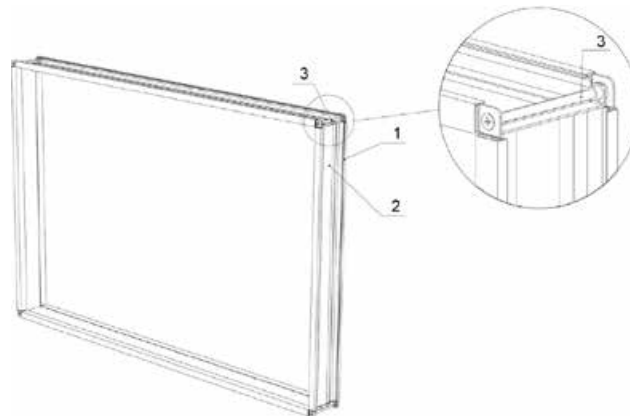

Abbildung 6.3.1 Elastische Verbindung
Elastische Verbindung (Abbildung 6.3.1) dient zur Verbindung des Klimagerätes mit dem Kanalsystem und schützt das Kanalsystem vor Vibrationen durch den Ventilator. Mit E-Type-Anschluss (1). Verwenden Sie das C-Profil, um die elastische Verbindung mit der Klappe oder dem Kanalsystem und die Schrauben für die Verbindung mit dem RLT-Gerät zu verbinden.